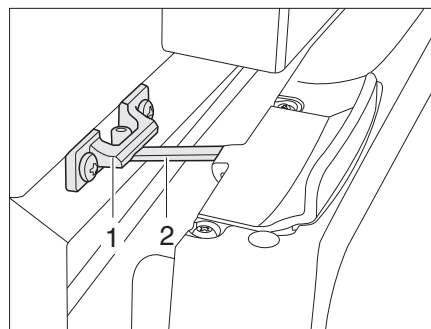

Fig. 362 Puerta del frigorífico en posición de ventilación (Thetford)
- Abrir el bloqueo (Fig. 362,2) y engatillarlo en el alojamiento del bloqueo (Fig. 362,1). De este modo, la puerta del frigorífico quedará ligeramente abierta.